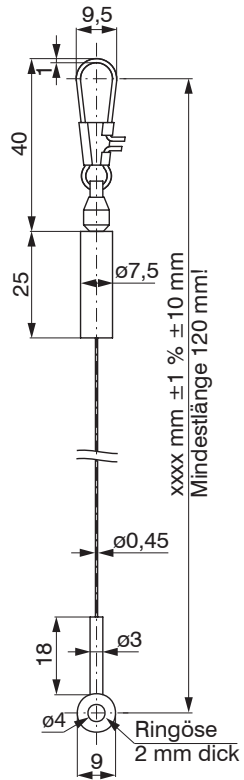

Abb. 15 Seilverlängerung WE-xxx-CLIP, Abmessungen in mm
- WE-xxxx-CLIP Seilverlängerung mit Seilhaken und Ringöse, siehe Abb. 15, für xxxx Seillänge in mm (max. 10.000 mm) einsetzen